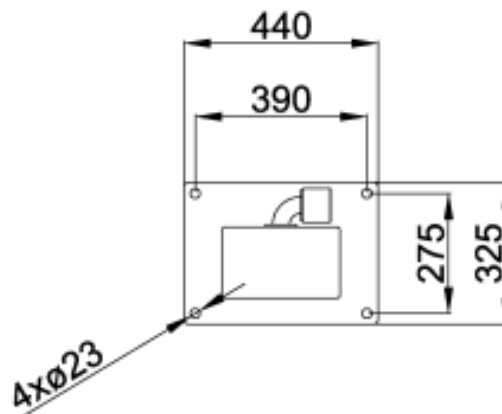

Abb. 5.3-3: Bodenplatte
- ≡ Für die Verankerung auf der Stellfläche ist die Bodenplatte mit 4 Löchern (Durchmesser: 23 mm) versehen (s. Abb. 5.3-3).